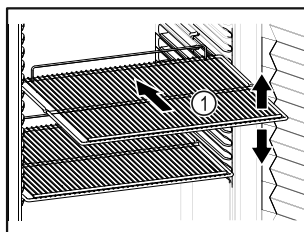

Fig. 62 Példaként szolgáló ábrázolás
- ❑ Ha a tárolófelületek Fig. 62 (1) áthelyezhetőek, akkor igazítsa be őket a kívánt magasságnak megfelelően.